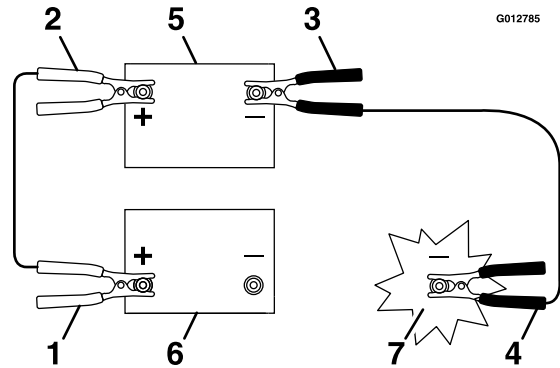

Figura 50
3. Conecte el cable positivo (+) al borne positivo (+) de la batería descargada que está conectado al motor de arranque o al solenoide, según se indica en Figura 50.